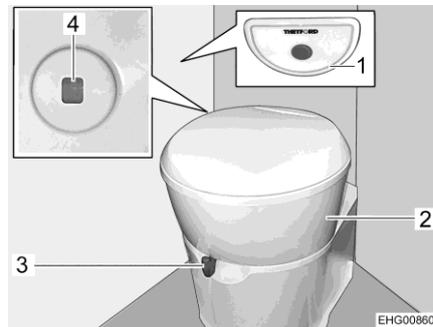

Fig. 64 Toilettes
Il est possible de tourner la cuvette dans la position souhaitée. Saisir pour ce faire le partie supérieur des toilettes (Fig. 64,2) des deux mains et tourner.
L'unité de commande avec le bouton de la chasse d'eau (Fig. 64,1) est positionné à proximité de la cuvette.
L'indicateur de niveau (Fig. 64,4) passe du vert au rouge quand le réservoir pour matières fécales doit être vidé.
- Avant d'actionner la chasse d'eau, ouvrir le curseur des toilettes. Pousser pour cela le levier du curseur (Fig. 64,3) dans le sens inverse des aiguilles d'une montre.
- Pour actionner la chasse d'eau, appuyer sur le bouton bleu (Fig. 64,1).